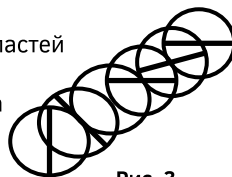

Рис. 3
– проведение контроля “подозрительных” областей желательно проводить не хаотично, а планомерно, заносая результаты измерений в память толщиномера (см. ниже). При этом возможно линейное планирование - проведение ряда однократных измерений (включая вращение) с постоянным шагом (например, 5 mm) вдоль намеченной линии (рис.3);